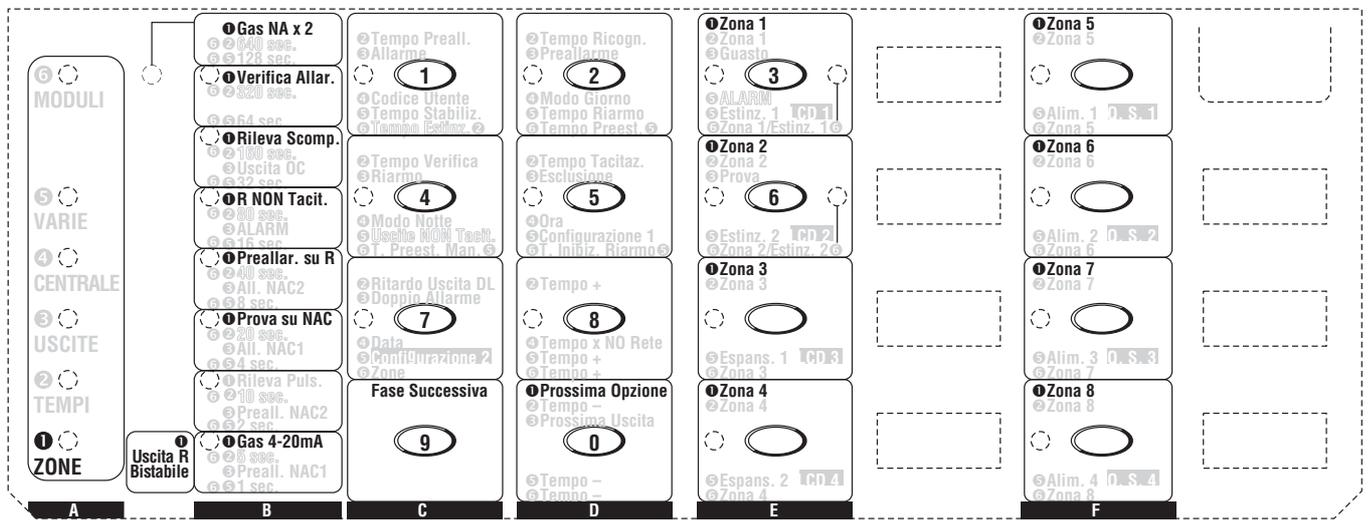

Figura 30 Programmazione Zone
La spia **ZONE** lampeggia per indicare che si stanno programmando le Zone: in questa fase il significato delle spie e dei pulsanti è quello indicato dalle scritte precedenti dal numero ❶, come mostrato in Figura 30.